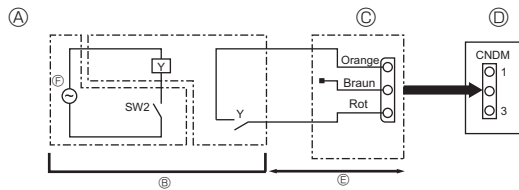

Fig. 10-2
- ⑥ Adaptador de contacto externo (PAC-SC36NA-E)
④ Cuadro de control de la unidad exterior
⑤ Máx. 10 m
⑥ Fuente de alimentación del relé
10.2. Función de demanda (modificación in situ) (Fig. 10-2) (solo para aires acondicionados)